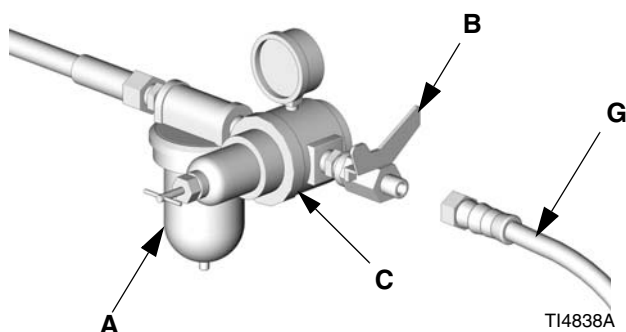

FIG. 3
6. Slut den anden ende af luftslangen (G) til afgang på luftregulatorventilen. Se FIG. 3.